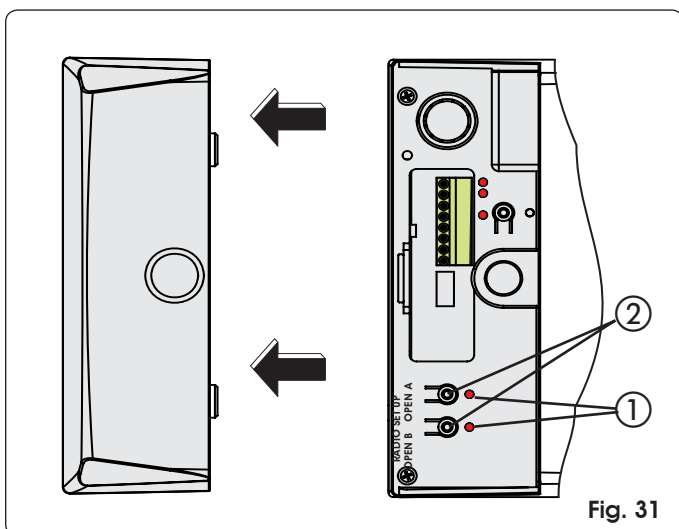

Fig. 31
- 2) Presione 1 segundo el pulsador OPEN A o OPEN B (Fig. 31 ref. ②)
- 3) El correspondiente diodo (Fig. 31 ref. ①), empieza a destellar lentamente durante 5 seg.
- 4) Presione 1 segundo el pulsador OPEN A o OPEN B (Fig. 31 ref. ②) para memorizar, respectivamente, la apertura total o la parcial.
- 2) Presione 1 segundo el pulsador OPEN A o OPEN B (Fig. 31 ref. ②), para memorizar, respectivamente, la apertura total o la parcial.